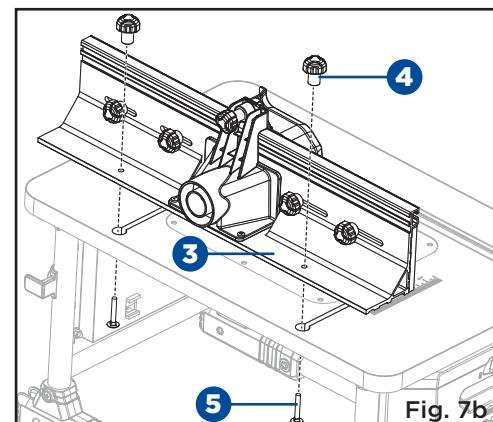

Fig. 7b
- Fixez le protège-embout (2) à l'ensemble de guide (3) et serrez le bouton de verrouillage du protège-embout (1) (fig.7b).
- Desserrez les molettes de verrouillage du guide (4) et retirez les molettes de verrouillage du guide (4) et les boulons du guide (5) de l'ensemble du guide (3).
- Faites glisser les boulons (5) du guide à travers la fente de la table à toupie et à travers les fentes de l'ensemble de guide (3).
- Installez les molettes de verrouillage du guide (4) sur les boulons de verrouillage du guide (5).
- Serrez les molettes de verrouillage du guide (4).